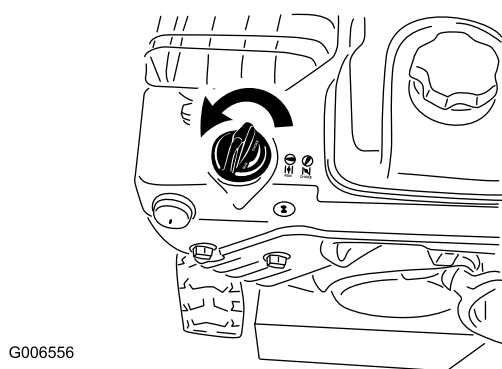

Figura 27
5. Girate lo starter in posizione Starter (Figura 27).